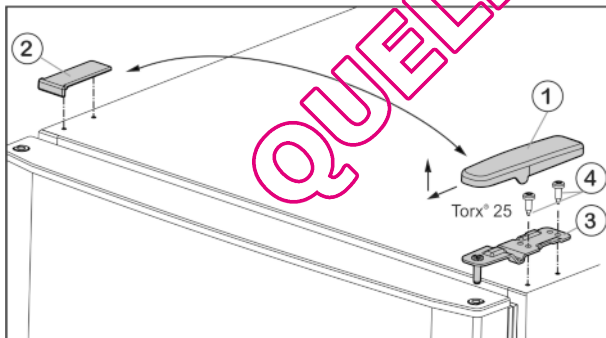

Fig. 4
- ▶ Enlever le cache Fig. 4 (1) vers l'avant et vers le haut.
- ▶ Retirer le cache Fig. 4 (2).
- ▶ Dévisser le support d'appui supérieur Fig. 4 (3) (2 Torx® 25) Fig. 4 (4) et retirer vers le haut.
- ▶ Placer le support d'appui supérieur *Fig. 4 (3)* sur le nouveau côté charnière de porte.
- ▶ Visser le support d'appui supérieur à fond (**avec 4 Nm**) (2 Torx® 25) *Fig. 4 (4)*. Pointer les trous de vissage ou utiliser une visseuse sans fil.
- ▶ Remettre en place l'habillage *Fig. 4 (1)* du côté opposé depuis l'extérieur et l'enclencher.
- ▶ Remettre en place l'habillage *Fig. 4 (2)* du côté opposé depuis le dessus et l'enclencher.